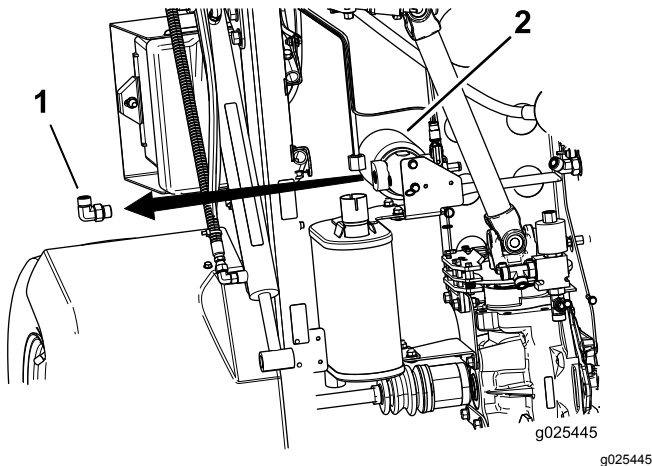

Figura 14
1. Remova o encaixe de 90 graus do filtro de fluido hidráulico (Figura 14).